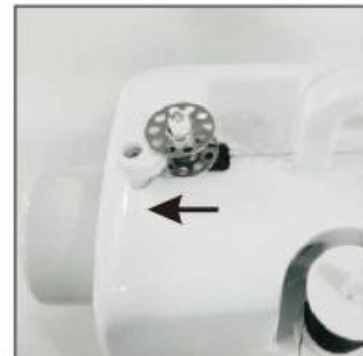

Fig.22
3. Breng de spoel aan op de spoelopwindpen en wikkel de draad enkele keren met de klok mee rond de spoel. (Fig.22)